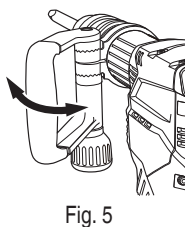
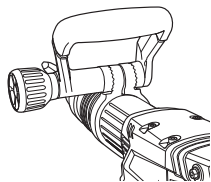
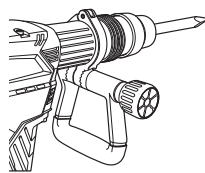

Fig. 5
Fig. 6
Fig. 7
- (2) Régler la poignée à une position facilitant le fonctionnement vertical (de haut en bas), comme indiqué à la Fig. 5, la Fig. 6 et la Fig. 7.
- (3) Tourner la saisie dans le sens de Ⓑ et fixer la poignée.